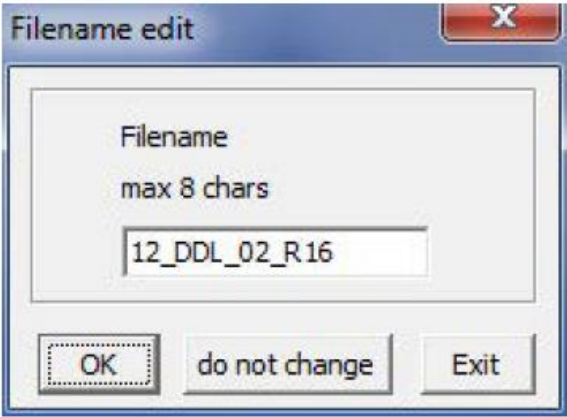

Рисунок 13
3.12 Согласитесь с именем файла, нажав на «ОК» (рисунок 13).